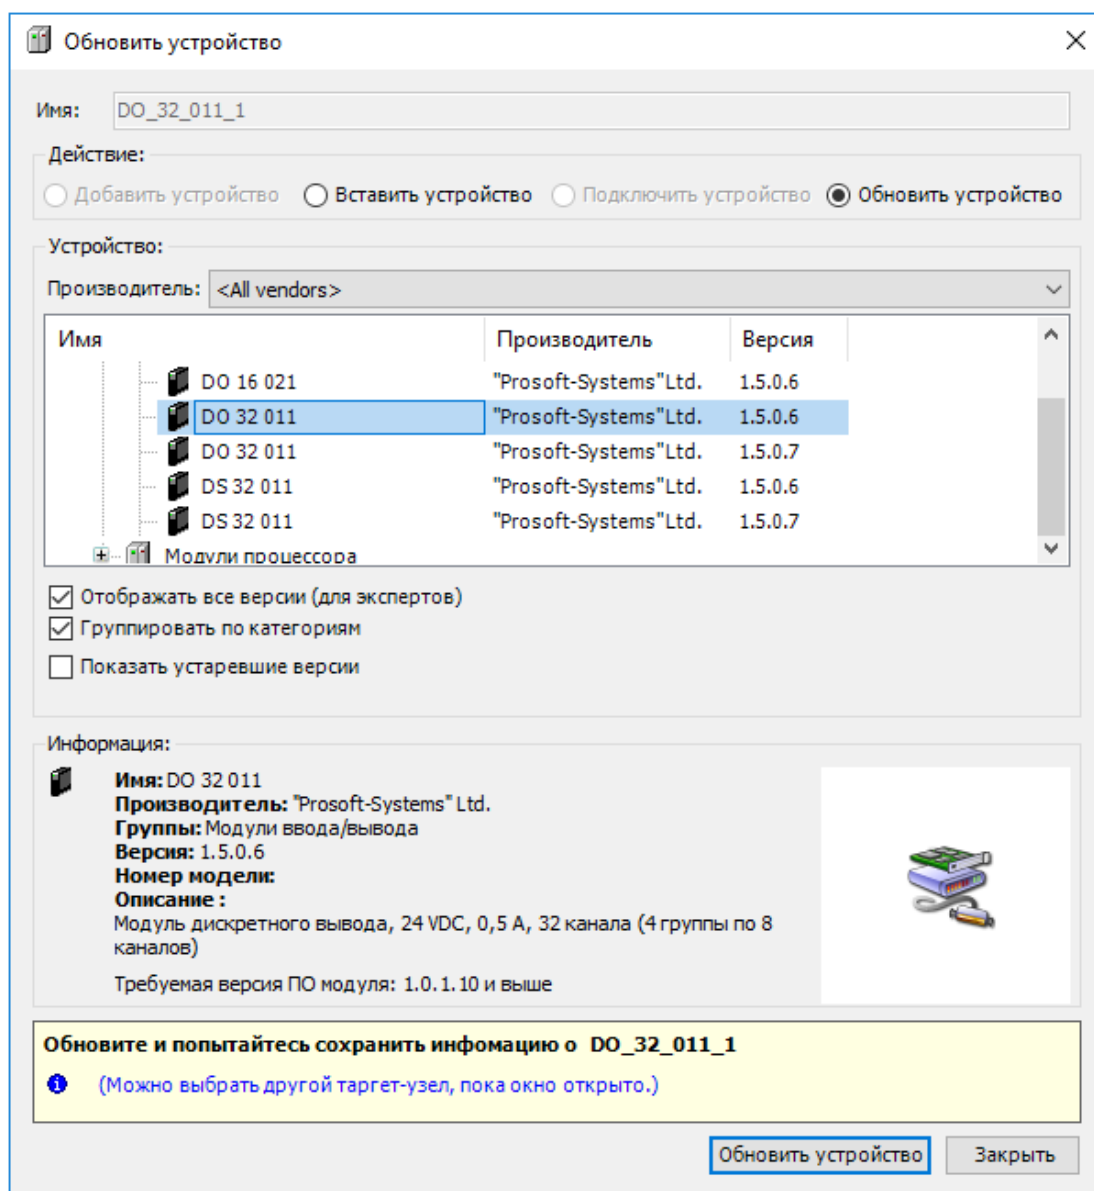

Рисунок 122. Список всех поддерживаемых версий ПО модуля
- выполните обновление устройства: поместите курсор на название модуля в дереве устройств, правой кнопкой мыши вызовите контекстное меню, выберите пункт **Обновить устройство...**. Откроется окно **Обновить устройство**, где установите флажок в поле **Отображать все версии (только для экспертов)**. В списке модулей будут отображены все модули всех версий, которые поддерживаются в системе (Рисунок 122);